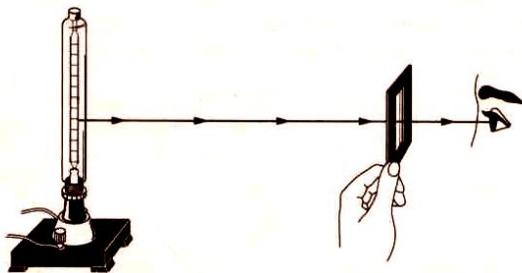

Рис.1
1. Расположить рамку с нитью на фоне горячей лампы параллельно нити накала (рис.1).